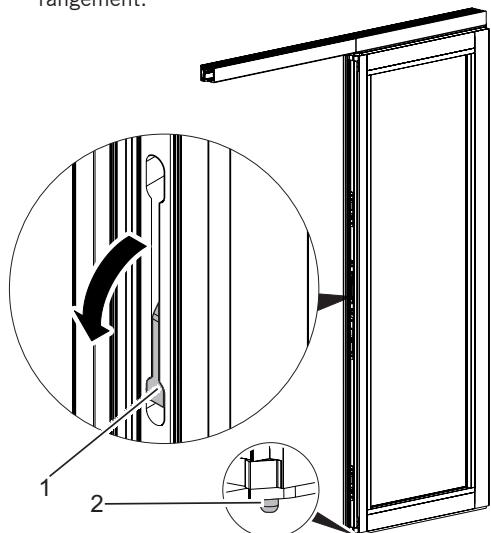

Fig. 7: Actionnement du verrou sur chant
2. Ramener le verrou sur chant du vantail coulissant vers le bas (Fig. 7/1).
- ▶ L'axe de verrouillage (Fig. 7/2) est poussé vers le bas dans la gâche excentrique.